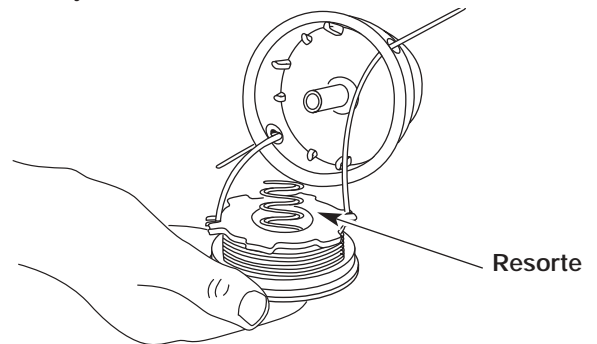

Fig. 23
13. Inserte los extremos de la línea a través de los ojillos de la bobina exterior y coloque el carrete interior con el resorte dentro de la bobina exterior (Fig. 23). Empuje el carrete interior y la bobina exterior entre sí. Mientras sostiene el carrete interior y la bobina exterior, tome los extremos y tire con firmeza para soltar la línea de las ranuras de fijación de la bobina.
5. Inserte los extremos de la línea en los ojajillos de la bobina exterior (Fig. 23).